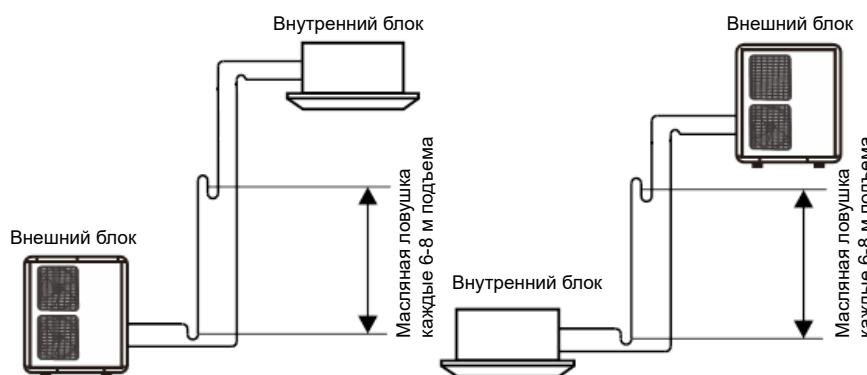

Рисунок 44 - Схема выполнения масляных петель и ловушек
- Если разница высот по вертикали превышает 5 м, масляные ловушки должны быть установлены в нижней части газовой трубы и через каждые 6-8 м подъема. Кроме того, необходимо выполнить петлю на жидкостной труbe при выходе к блоку, расположенному выше (см. рис. 44).